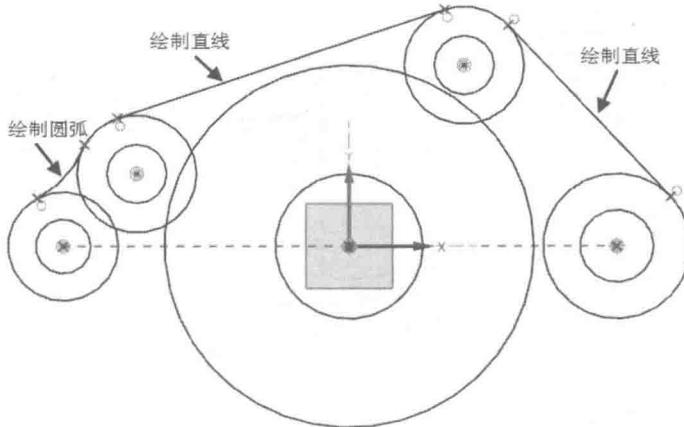

图 1-2-18 绘制直线和圆弧
(10) 在【草图工具】工具条中选择  (直线) 按钮，在【捕捉点】工具条中选择  (点在曲线上) 按钮，然后各选择两段圆弧，绘制两条公切线；然后在【草图工具】工具条中选择  (圆弧) 按钮，在【圆弧】浮动工具条中选择  (三点定圆弧) 按钮绘制一条与两圆均相切的圆弧，结果如图 1-2-18 所示。